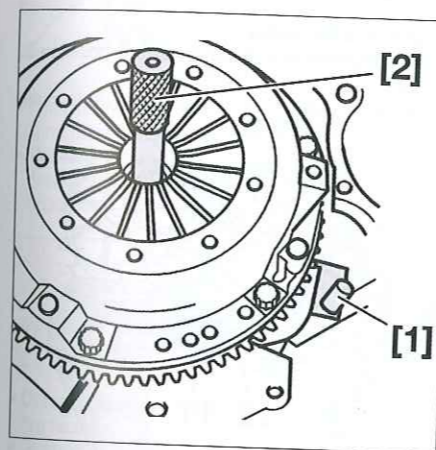

Fig. 1
- Inmovilizar el volante motor con ayuda de un útil de bloqueo apropiado [1] (Fig.1).